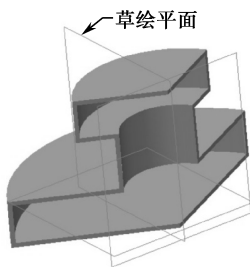

图 4-80 双侧旋转方式
② 双侧旋转方式。以绘图平面为基础，将二维剖面向两侧围绕旋转轴同时旋转。此时文本框的数值为双侧旋转的总值，如图 4-80 所示；